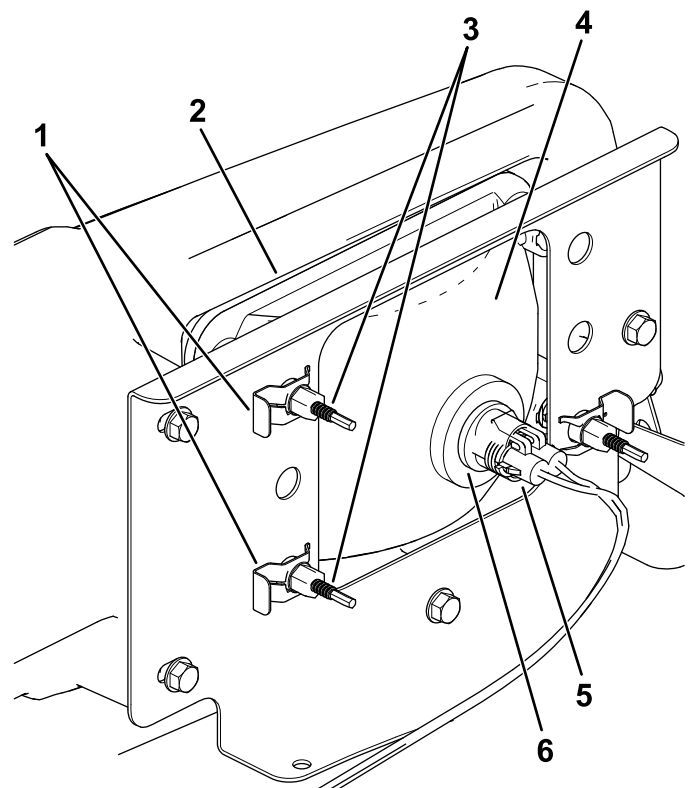

Figure 41
- Débranchez le connecteur électrique sur le faisceau du connecteur du phare (Figure 41).
- Retirez les clips rapides qui fixent le phare sur son support (Figure 41).
- Déposez le phare en le poussant vers l'avant et hors de l'ouverture dans le pare-chocs avant (Figure 41).
- Insérez le phare de rechange dans l'ouverture du pare-chocs (Figure 41).
- Branchez le connecteur électrique du faisceau sur le connecteur du phare (Figure 41).
5. Au dos du phare, tournez les vis de réglage (Figure 41) afin de faire pivoter le phare et d'aligner la position du faisceau projeté.